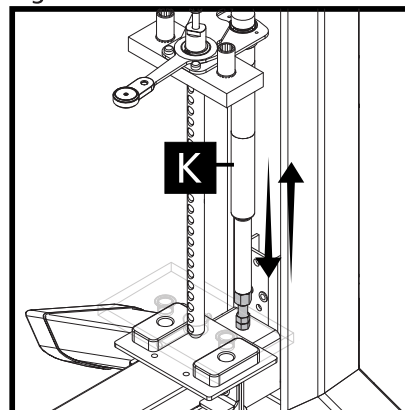

Figura 8-4
4 - Regule a altura do peso fracionado (K) até conseguir selecionar com a alavanca destacada (Figura 8-4).